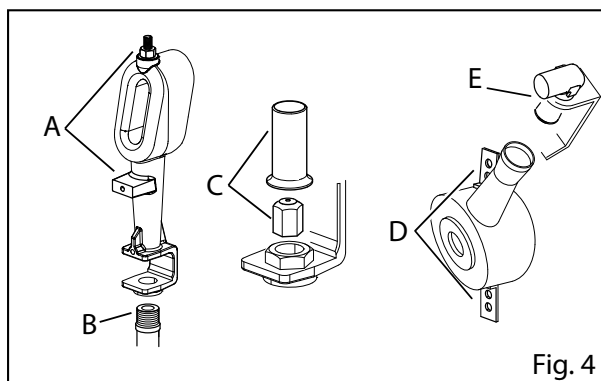

Fig. 4
- Svitare la vite della presa di pressione (Fig. 4);
- Svitare il fissaggio al supporto e il collegamento all'alimentazione (Fig. 4/A+B)
- Smontare venturi e ugello dal bruciatore da sostituire (Fig. 4/C)
- Svitare le viti di fissaggio del bruciatore (Fig. 4/D) e il collegamento all'alimentazione (Fig. 4/E)